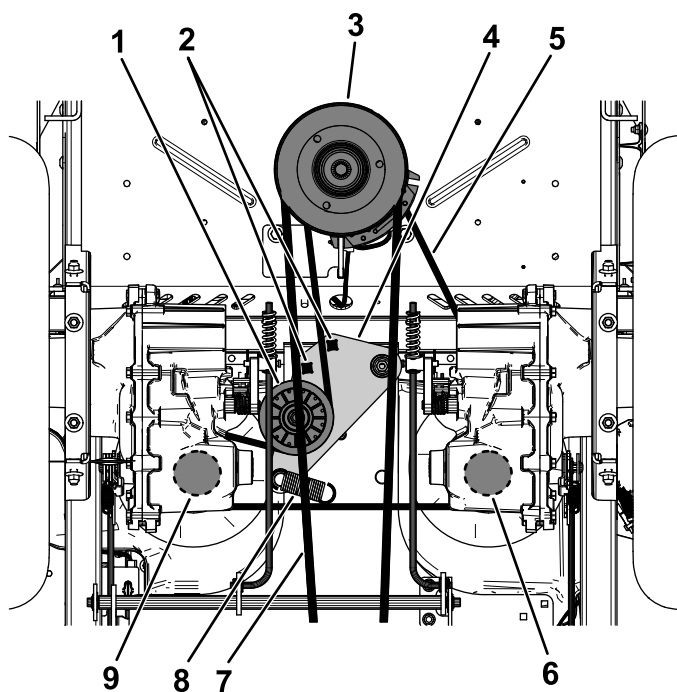

Figura 62
5. Utilize uma lingueta de ½ pol. ou uma barra disjuntora num dos furos quadrados no braço intermédio para remover a tensão na mola intermédia (Figura 62).
6. Retire a correia existente da polia intermédia, duas polias de transmissão da bomba hidráulica e da polia do motor (Figura 62).
7. Instale a nova correia em torno da polia do motor e das duas polias da bomba hidráulica (Figura 62).